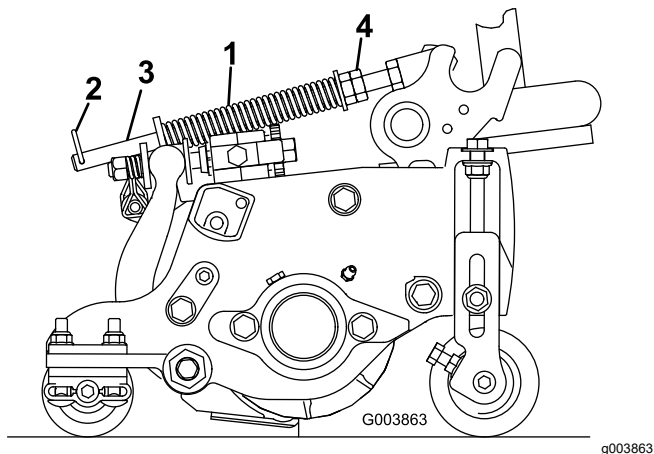

Figure 21
Le ressort de compensation (Figure 21) transfère aussi le poids du rouleau avant au rouleau arrière. (Cela évite la formation d'ondulations à la surface de la pelouse.)
1. Vérifiez que la goupille fendue est insérée dans le trou de la tige de ressort (Figure 21).
2. Serrez les écrous hexagonaux à l'extrémité avant de la tige de ressort jusqu'à ce que la longueur du ressort comprimé soit égale à 15,9 cm (Figure 21).